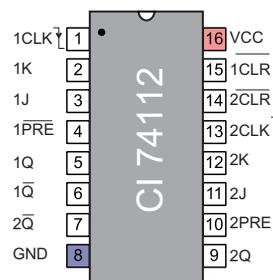

Fig. 48
Un compteur synchrone à base de bascules JK (fig. 48) est utilisé pour compter le nombre de bouteilles par lot.
- 2- A partir du schéma de brochage (fig. 48), déduire le symbole de la bascule utilisée.